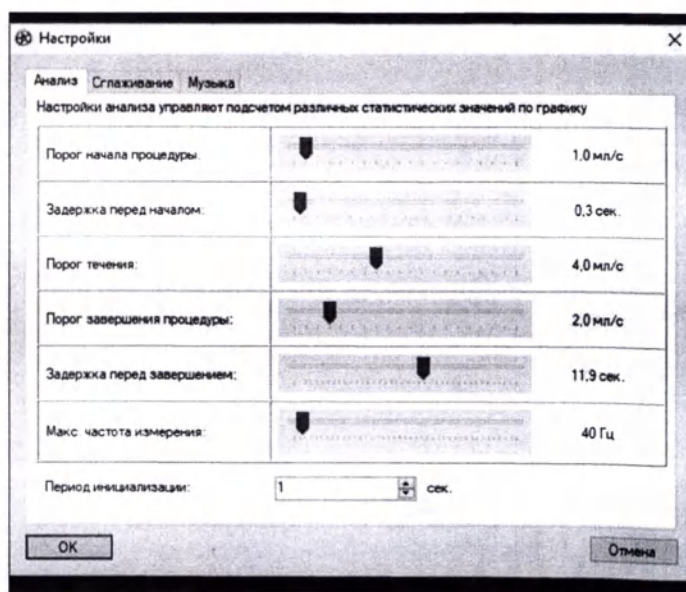
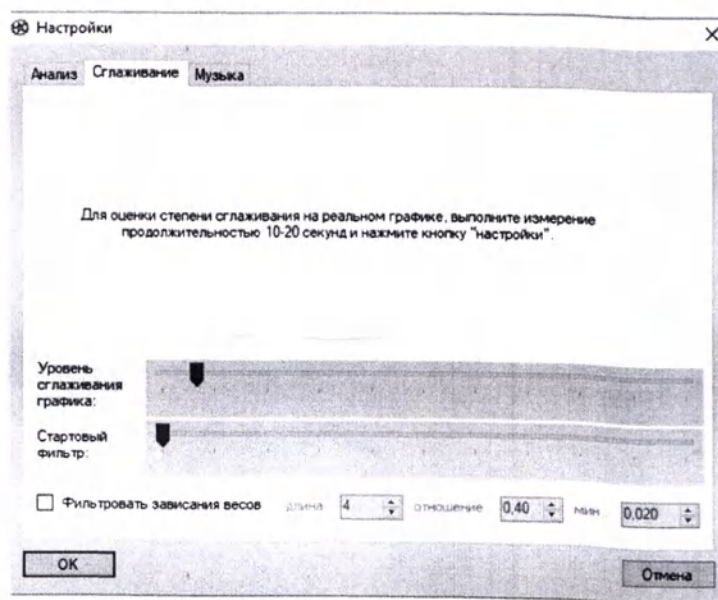

Рис.3
Рис.4
3. Запустите программу Урология согласно РЭ. В режиме Настройки установите движки констант как показано на Рис.3 и Рис.4. Движок «Задержка перед завершением» установите на 8 секунд.